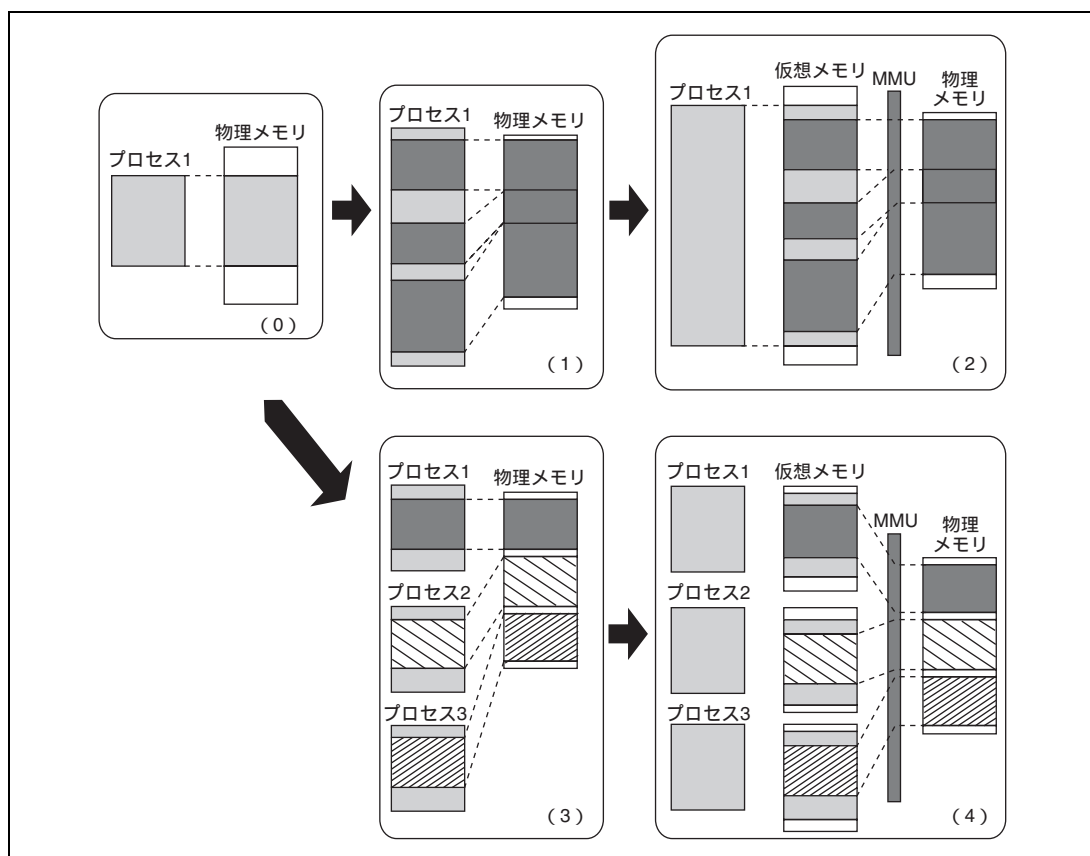

図 6.1 MMU の役割
MMU とは物理メモリを有効に利用するために考え出された機能です。図 6.1 (0) に示すように、プロセスのサイズが物理メモリより少ない場合、プロセスのすべてを物理メモリへマッピングすることが可能です。しかしプロセスのサイズが増大し、物理メモリに収まらない場合、プロセスを分割して実行に必要な部分を随時物理メモリへマッピングする必要が生じます (図 6.1 (1))。この物理メモリへのマッピングをプロセス自身が考えながら実行している場合は、プロセスにかかる負担が増大します。この負担を軽減するために物理メモリへのマッピングを一括して行おうとして生まれた考え方が仮想記憶方式です (図 6.1 (2))。仮想記憶方式では物理メモリに比べて十分に大きな仮想メモリを用意します。プロセスはこの仮想メモリにマッピングされます。このためプロセスは仮想メモリ上での動作だけを考えていけばよくなります。仮想メモリから物理メモリへのマッピングには、MMU が用いられます。通常、OS が MMU を管理しており、プロセスが必要とする仮想メモリを円滑に物理メモリへマッピングできるように物理メモリの入れ換えを行います。物理メモリの入れ換えは 2 次記憶などの間で行われます。
こうして生まれた仮想記憶方式は、複数のプロセスが同時に走行するタイムシェアリングシステム (TSS) の上で威力を発揮します (図 6.1 (3))。TSS 上で走行する複数のプロセスが、おのおの物理メモリへのマッピングを意識しながら動作していたのでは効率が上がりません。この効率を上げ、各プロセスの負担を減らすために仮想記憶方式は使われます (図 6.1 (4))。この仮想記憶方式ではプロセスごとに仮想メモリが割り当てられます。MMU は複数の仮想メモリを効率よく物理メモリへマッピングする働きをします。さらに、あるプロセスが別のプロセスの物理メモリに誤ってアクセスしないように、MMU には記憶保護の機能も備わっています。